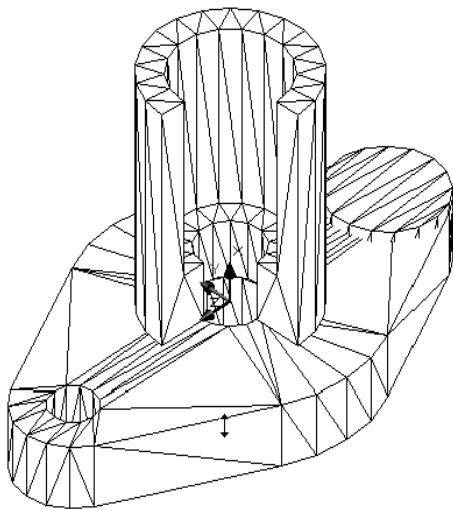

图 7-81
(16)单击【绘图】下拉菜单中的【实体】子菜单中的【旋转】选项。将创建的面域绕“X”轴线旋转“270°”。所绘图形如图 7-81 所示：